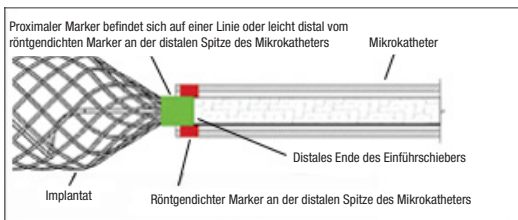

Abbildung 6 – Position der Markierungsbänder für das Abtrennen
24. Das Implantat unter Fluoroskopie langsam aus der Spitze des Katheters herauschieben. So lange mit dem Vorschieben des Implantats an die gewünschte Position fortfahren, bis der proximale röntgenichtige Marker auf dem Implantat mit der distalen Spitze des Katheters ausgerichtet ist oder sich leicht distal davon befindet, sodass die Abtrennzene gerade außerhalb der Katheterspitze liegt (siehe Abbildung 6). Neu positionieren, falls erforderlich. Wenn die Größe des Implantats nicht passt, das Implantat entfernen und durch ein anderes Produkt ersetzen. Wenn nach der Platzierung und vor dem Abtrennen unter Fluoroskopie eine unerwünschte Bewegung des Implantats beobachtet wird, das Implantat entfernen und durch ein anderes Implantat geeigneter Größe ersetzen. Eine Bewegung des Implantats kann darauf hindeuten, dass das Implantat wandern könnte, sobald es abgetrennt wurde. Den Einführschieber **NICHT** drehen, während oder nachdem das Implantat in das Gefäß eingebracht wurde. Das Drehen des Einführschiebers kann dazu führen, dass das Implantat beschädigt wird oder vorzeitig vom Einführschieber abgetrennt wird, was eine Wanderung des Implantats zur Folge haben kann. Vor dem Abtrennen sollte auch angiografisch sichergestellt werden, dass der Implantatkörper nicht unbeabsichtigt in andere Gefäße hineinragt.